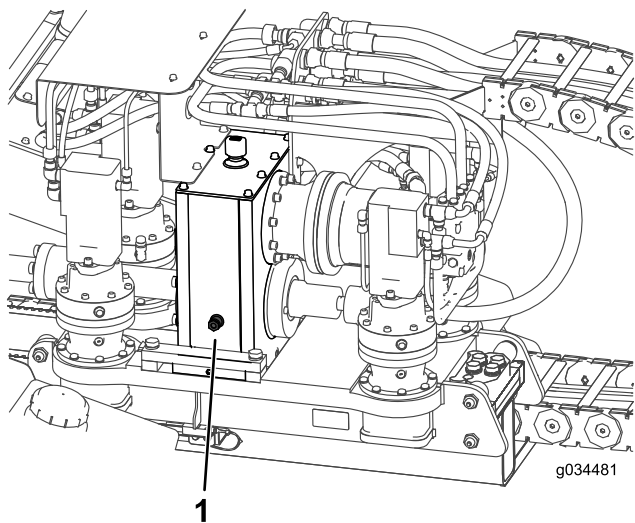

Figure 103
2. Contrôlez le niveau d'huile par le regard sur chaque train planétaire de moteur de poussée (Figure 103).
3. Retirez le reniflard et ajoutez de l'huile dans le train planétaire jusqu'à ce que le niveau d'huile arrive au moins à mi-hauteur du regard (Figure 103).
2. Contrôlez le niveau d'huile par le regard sur l'entraînement du boîtier d'engrenages (Figure 103).
3. Retirez le reniflard et ajoutez de l'huile dans l'entraînement jusqu'à ce que le niveau d'huile arrive au moins à mi-hauteur du regard (Figure 103).
8. Remplissez le boîtier d'engrenages d'huile jusqu'à ce que le niveau dépasse la moitié du regard (Figure 103).